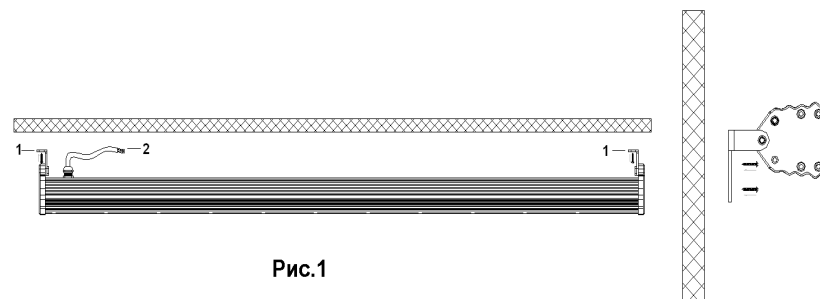

Рис.1
е) Подсоедините питающий кабель 220В ко входным проводам светильника -2 (Рис.1). Коричневый (красный) провод- L «фаза», синий (голубой) провод- N «ноль».
- Перед установкой светильника убедитесь в отсутствии напряжения на питающем кабеле 2 (Рис.1).
- Проделайте отверстия в монтажной поверхности, исходя из расположения установочных отверстий в поворотных кронштейнах светильника -1 (Рис.1). Вставьте дюбели в подготовленные отверстия в монтажной поверхности.